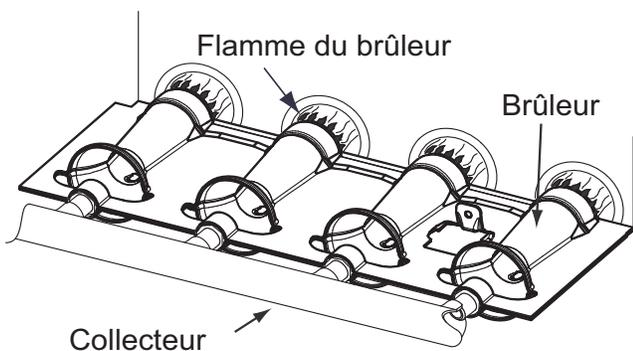

Fig. 66 – Flamme du brûleur
11. Vérifiez le fonctionnement de la chaudière sur 2 cycles de chauffage complets. Inspectez les brûleurs. La flamme du brûleur doit être d'un bleu clair, presque transparent. Consultez la figure 66.